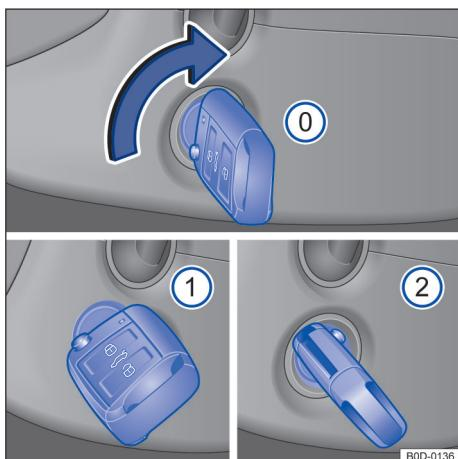

图 84 方向盘右侧：车辆钥匙在点火开关中的位置
车辆钥匙位置 → 图 84
– **装备点火开关的车型：**将车辆钥匙转动至位置 → 图 84 ①。打开点火开关。
– **装备点火开关的车型：**在点火开关中将车辆钥匙转动至位置 → 图 84 ②，但不要加油。
如发动机未起动，则严禁在挂入挡位且车辆钥匙位于点火开关的位置 → 图 84 ② 的情况下，将起动机用于行驶或牵引起动，如当燃油箱无燃油时。否则可能损坏起动机。
- 装备点火开关的车型：**将点火开关中的车辆钥匙转动至位置 → 图 84 ①。